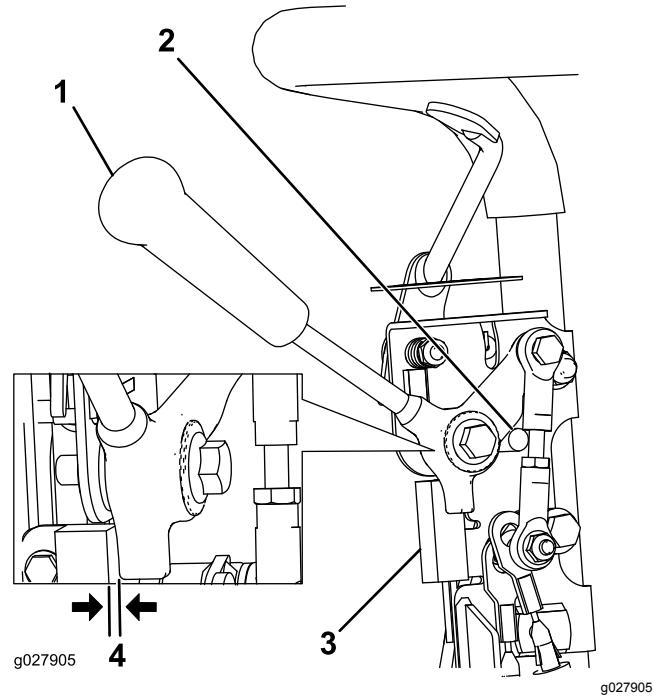

Bild 31
1. Stellen Sie sicher, dass der Motor abgestellt und der Fahrantriebshebel ausgekuppelt ist und den Neutralanschlag berührt (Bild 31).
2. Lösen Sie die Befestigungsschrauben des Sicherheitsschalters (Bild 31).
3. Legen Sie eine 0.8 mm dicke Beilagscheibe zwischen den Fahrantriebshebel und den Sicherheitsschalter (Bild 31).